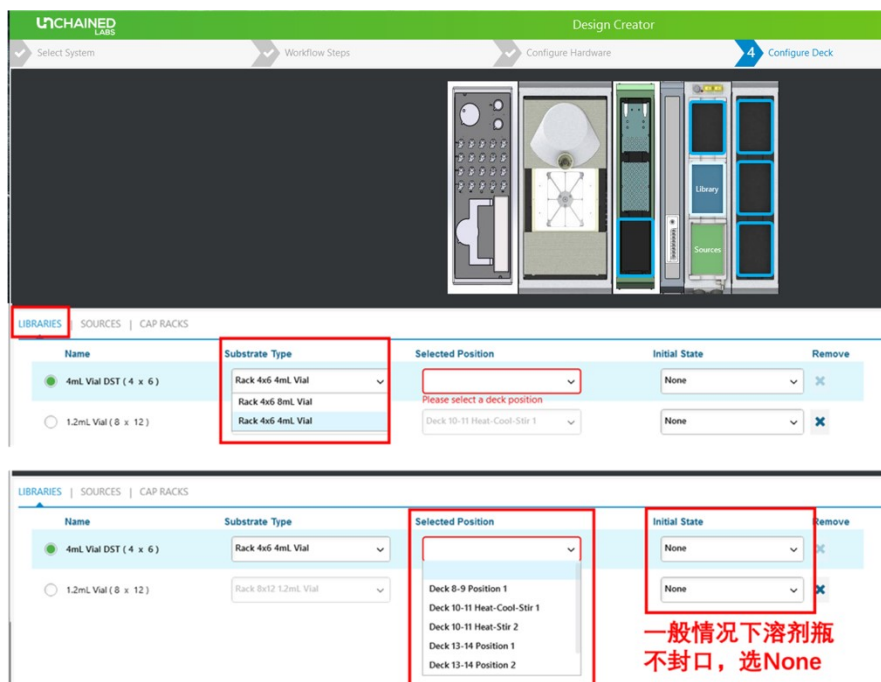

图 6-2-17
- i. **Libraries:** 确定 LS 软件中编辑过的 Libraries 在台面上的位置。如图 6-2-17, 首先确定 Substrate Type, 之后在 Selected Position 的下拉菜单中选择相应位置 (可选位置也会在台面布置图中由蓝框标出, 最终选定位置的会被蓝色选中)。选择台面位置时, 注意是否匹配后续的加热、搅拌等步骤。